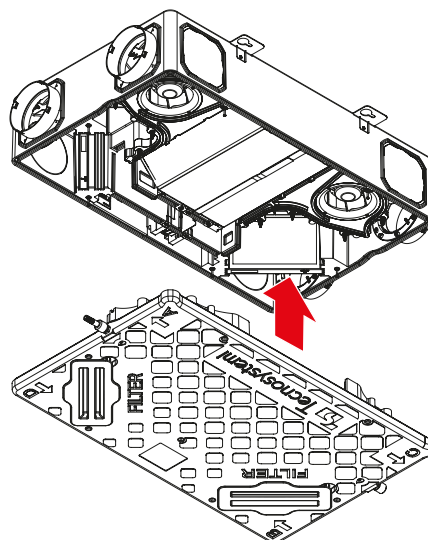

Fig. 5
6. Fixer la coque sur l'unité et serrer les vis de fixation (fig. 5).
7. Positionner les touches sur le dispositif (fig. 5).